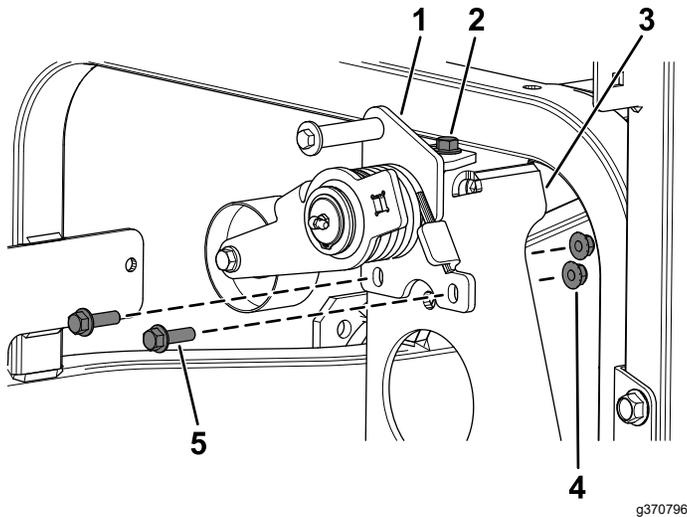

Figura 2
3. Desaperte o parafuso de cabeça flangeada ($\frac{3}{8}$ x 1 pol.) que prende a parte superior do conjunto articulado intermédio ao suporte da montagem da bomba (Figura 2).
4. Retire os dois parafusos e duas porcas existentes que prendem a parte inferior do conjunto articulado intermédio ao suporte da montagem da bomba (Figura 2).